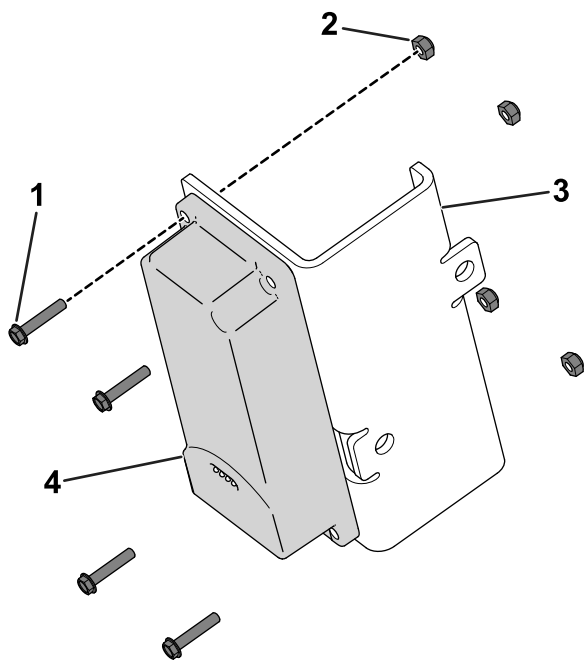

図 10
1. 六角ボルト (#10 x 1") 4 本とロックナット (#10) 4 個を使って、テレマティクスデバイスをデバイスブラケットに固定する 図 10。